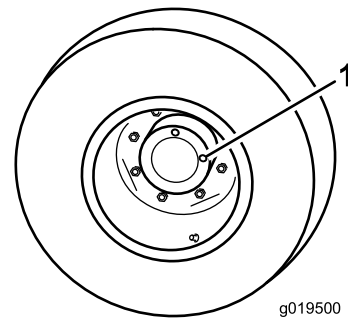

Figura 91
1. Con la macchina parcheggiata su terreno pianeggiante, posizionate la ruota in modo che un tappo di controllo si trovi a ore 12 e l'altro a ore 3 (Figura 91).
1. Tappo di controllo/spurgo (2)
2. Rimuovete il tappo a ore 3 (Figura 91).